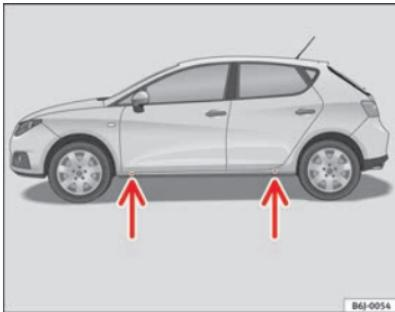

Fig. 129 Puntos de apoyo del gato
- Busque en el larguero inferior del vehículo el punto de apoyo mas cercano a la rueda pinchada ⇒ página 223, fig. 129.
En el larguero inferior van marcados los lugares en los que se puede apoyar el gato ⇒ página 223, fig. 129. Se ha previsto un lugar para cada rueda. El gato no debe colocarse en otros lugares.